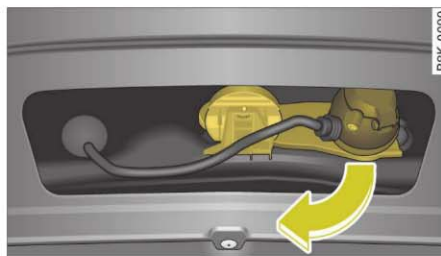

Fig. 203 Zona barei de protecție spate: Răbătirea capului prizei ▶
- Deschideți elementul prizei în sensul indicat de săgeată, până la limită de cursă ⇒ *pagina 201*, fig. 203.